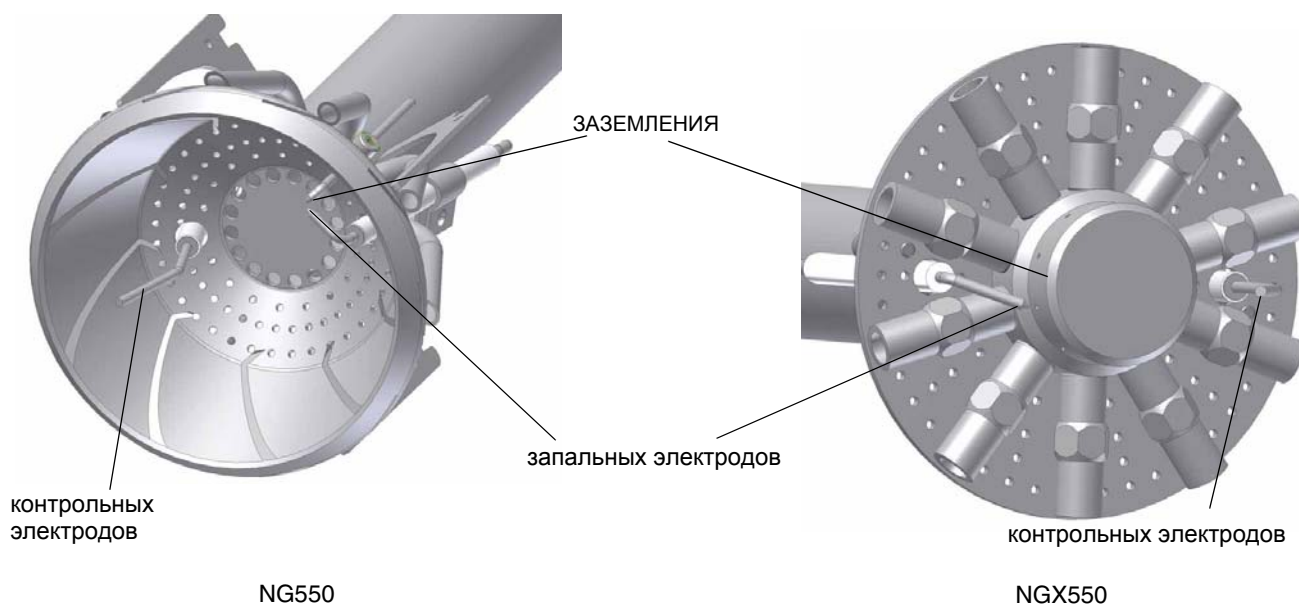

Рис. 47
**ВНИМАНИЕ:** чтобы не подвергать риску работу горелки, избегать контакта запальных и контрольных электродов с металлическими частями горелки (голова сгорания, сопло и т.д.). Проверять положение электродов каждый раз после выполнения каких-либо работ на голове сгорания. Убедиться, что расстояние между запальным электродом и массой составляет 4 - 5 мм. (см. Рис. 47)